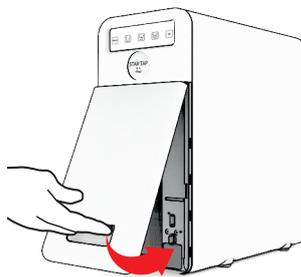

Fig. 2-13
**40.11** - Rimontare lo sportello frontale, vedi Fig. 2-13. La macchina è pronta per l'uso.